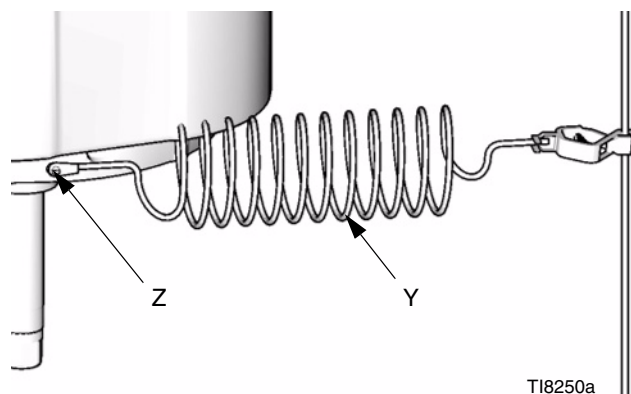

FIG. 1
Pompa: Per collegare al motore il filo di terra 244524 (Y), utilizzare una vite di terra (Z) e una rondella elastica Stringere saldamente la vite. Collegare l'altra estremità del filo di terra ad una terra efficace. Vedere la FIG. 1.